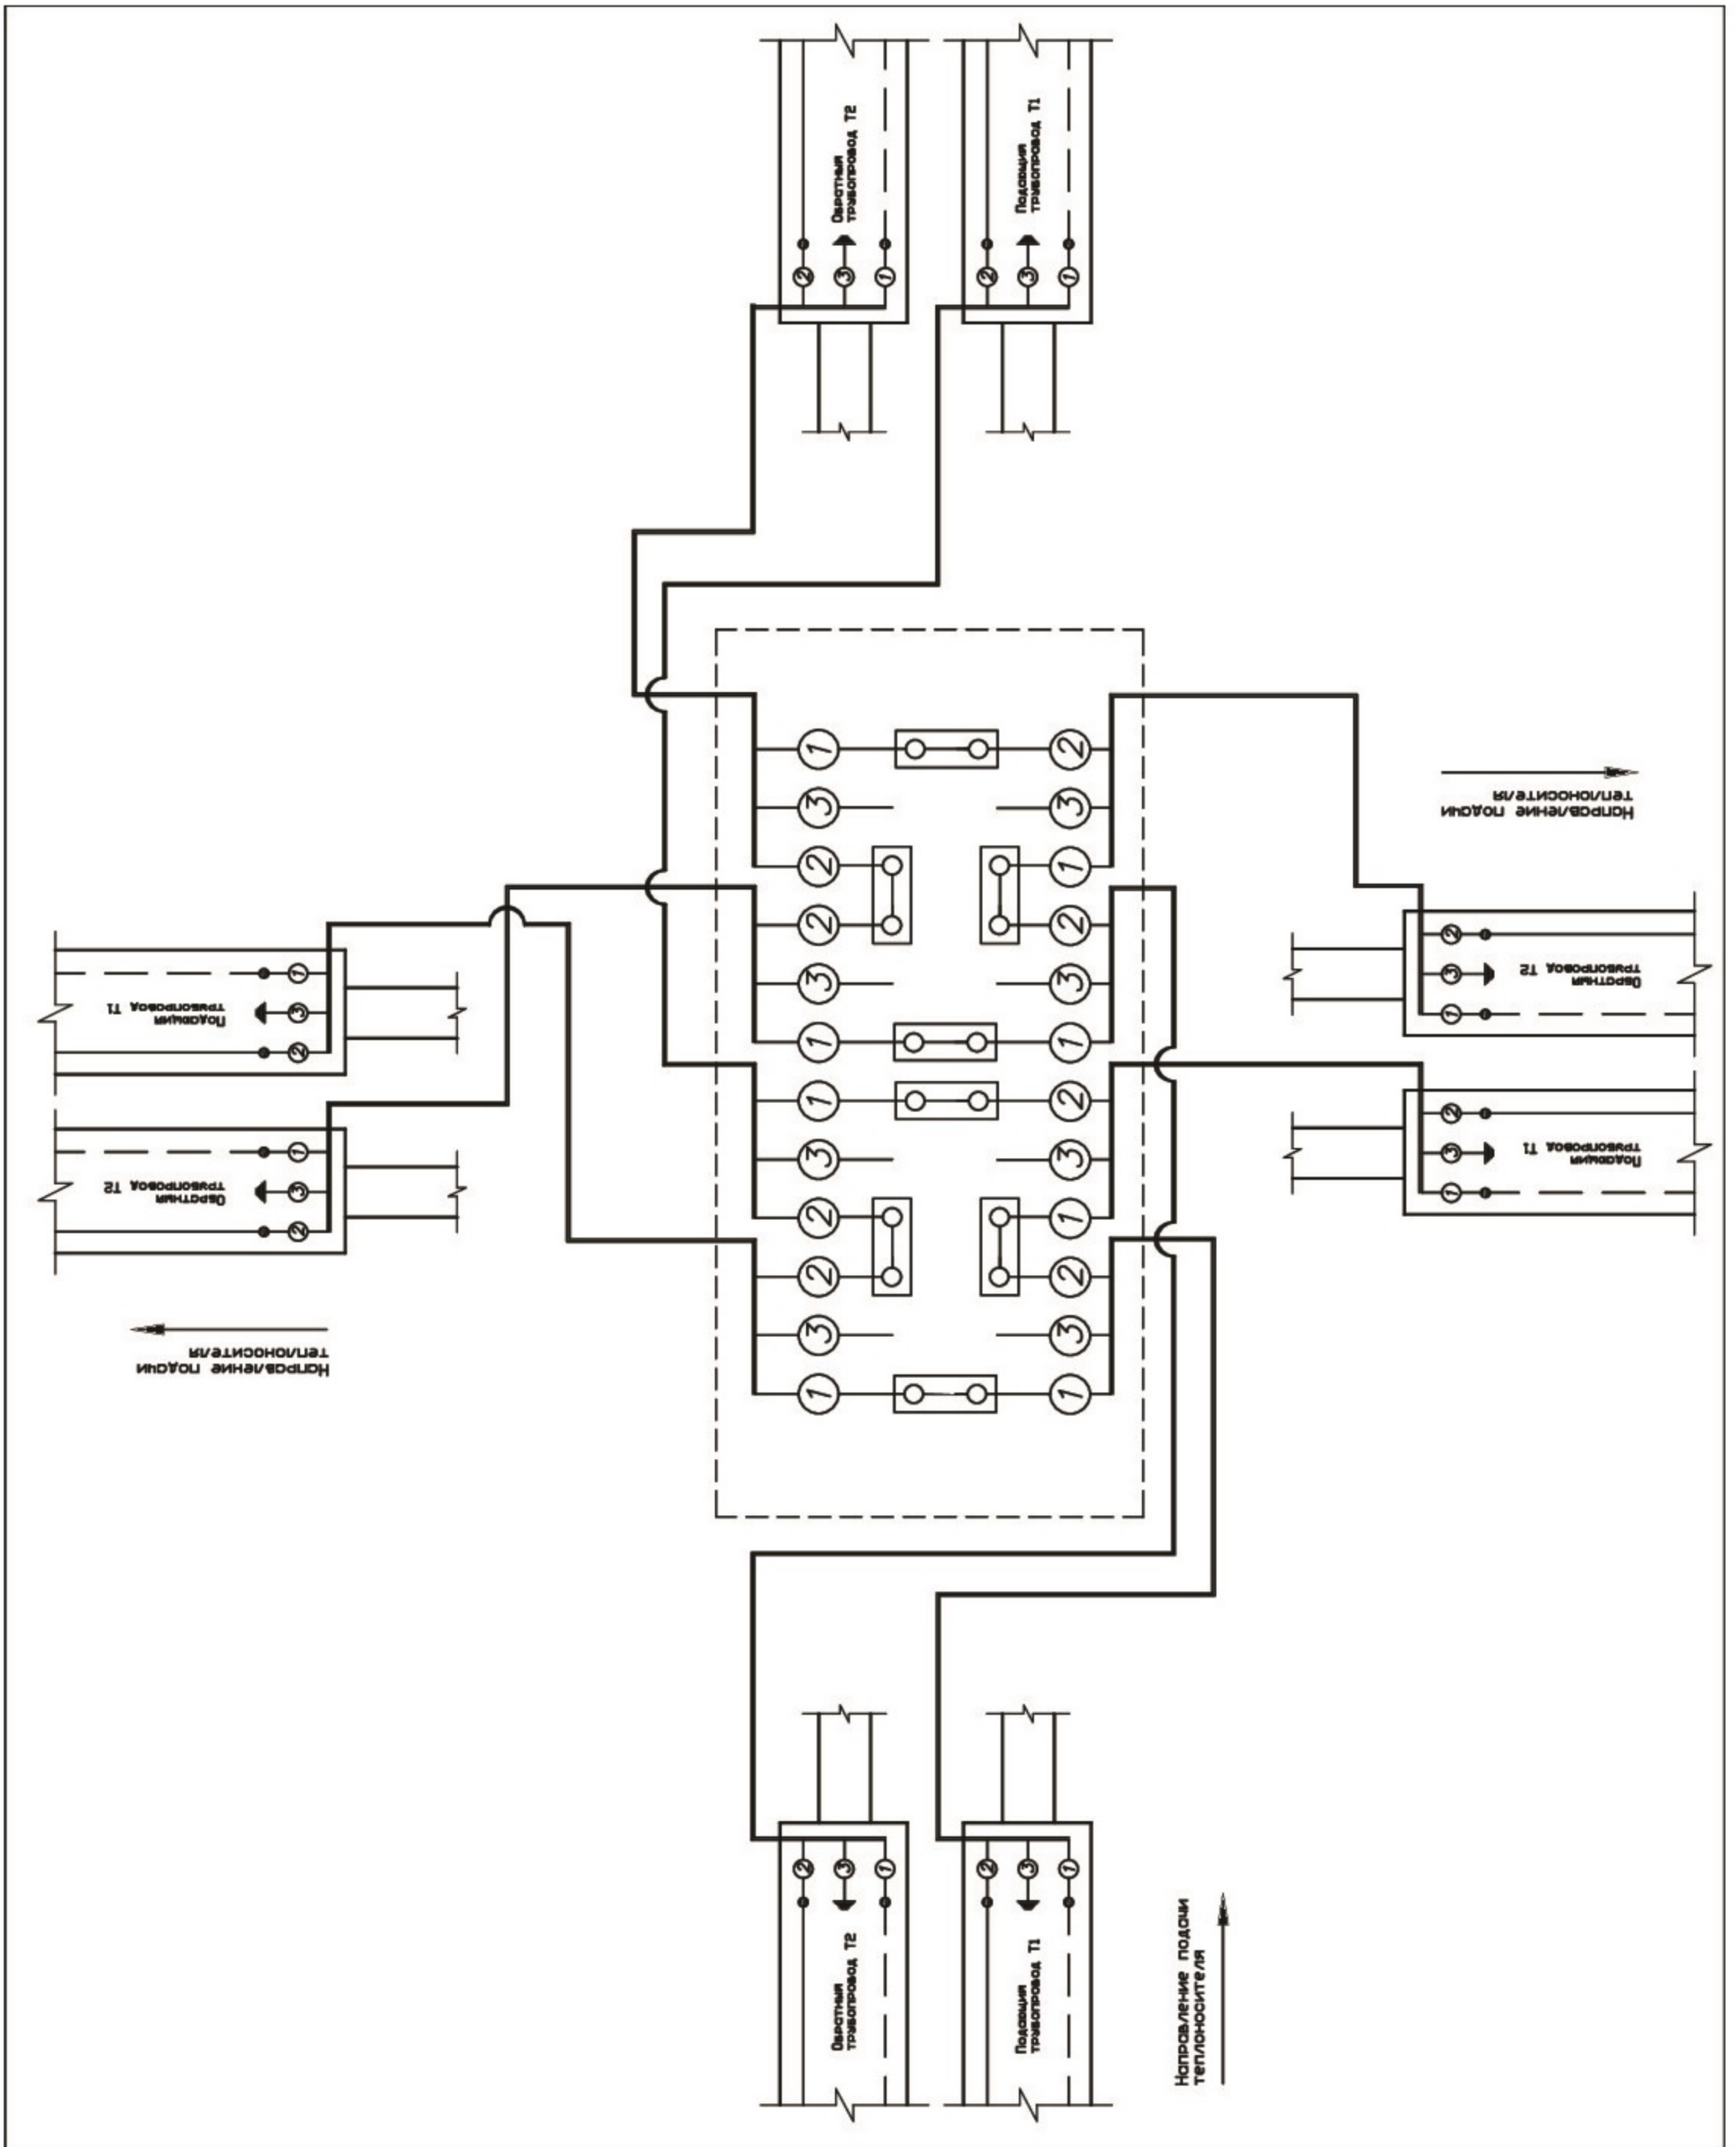

Рис. 7 Объединение четырех независимых двухтрубных систем ОДК
7. Для объединения четырех независимых двухтрубных систем ОДК монтаж проводников внутри терминала осуществлять по электрической схеме – **Рис. 7**.